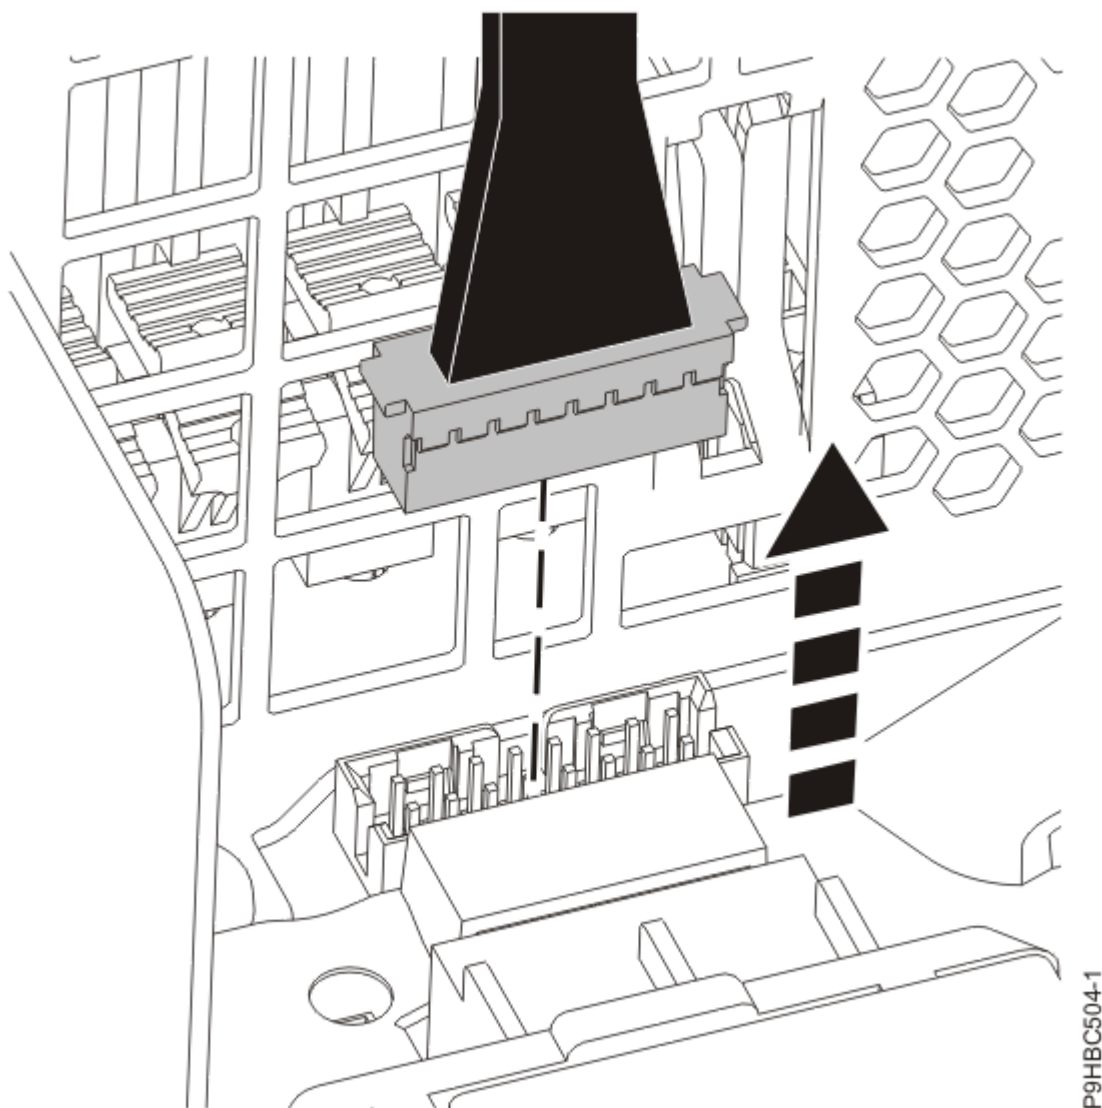

Figure 31. Déconnexion du câble du panneau de commande du fond de panier système
3. Débranchez le câble du panneau de commande du fond de panier système, comme illustré à la Figure 31, à la page 35.